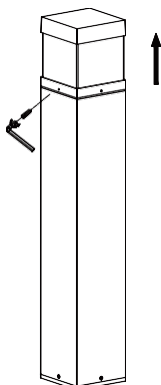

Fig 3
4. À l'aide de la clé hexagonale, desserrez les 3 vis sur le côté de la tête, et ouvrez la tête supérieure. **Fig 3**